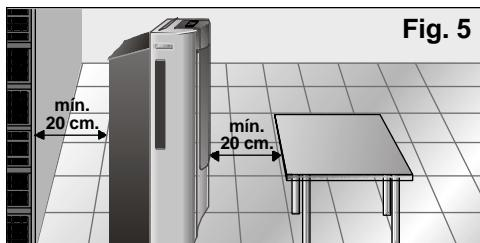

Fig. 5
- Par sécurité, avant de brancher votre appareil, assurez-vous qu'il se trouve à une distance d'au moins 20 cm de toute surface, Fig. 5.